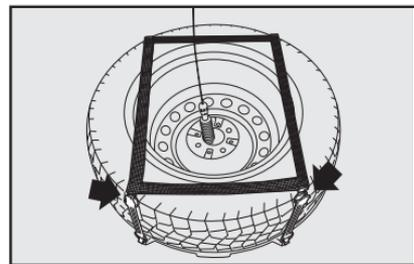

fig. 9
- Algunas versiones disponen de correas para sujeción de la rueda de repuesto. Suelte las correas **fig. 9** y quite la rueda de repuesto.